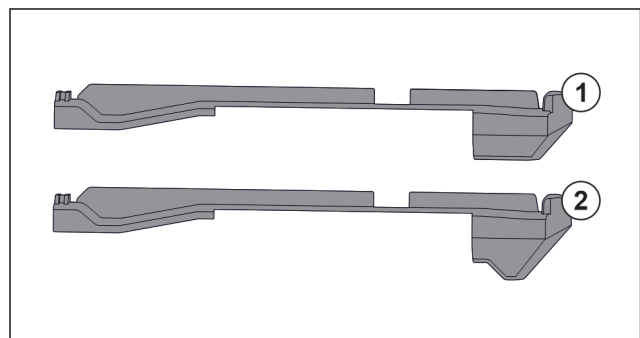

Fig. 74 Comparación de las piezas de acoplamiento
En el aparato hay dos piezas de acoplamiento distintas. La pieza de acoplamiento situada por encima del cajón inferior Fig. 74 (2) tiene un borde triangular. Todas las demás piezas de acoplamiento Fig. 74 (1) tienen un borde recto.
- Coloque la pieza de acoplamiento Fig. 74 (2) con borde triangular sobre el cajón inferior.
- Coloque las piezas de acoplamiento Fig. 74 (1) con borde recto en todas las demás posiciones.